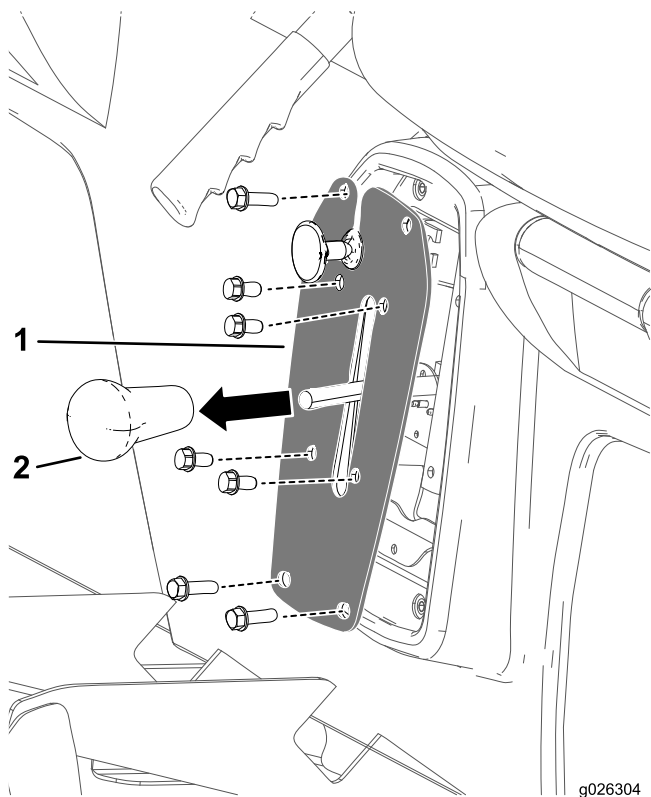

図 45
1. ギアシフトレバーからノブを外す 図 45。
2. シフタープレートをシフターブラケットに固定しているボルト4本を外す 図 45。
3. シフタープレートをシートベースに固定しているボルト4本を外してシフタープレートを外す 図 45。
- ギアシフトレバーにシフトノブを手締めで取り付ける 図 45。